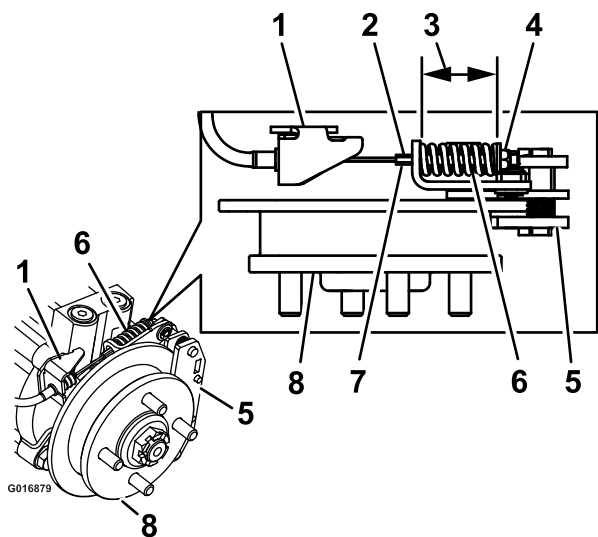

Figura 78
9. Trattenete l'estremità dell'asta filettata con un attrezzo e regolate il dado di bloccaggio in modo che la lunghezza della molla sia compresa tra 3,8 e 4,0 cm (Figura 78). **NON** lasciate che il cavo giri mentre allentate i dadi.